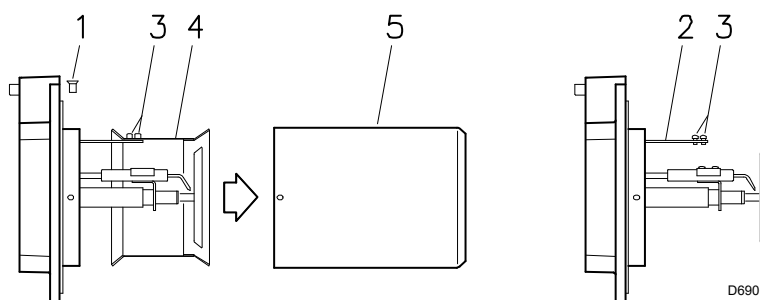

Fig. 8
5.5 Bevestiging brander op de ketel (Fig. 8)
- Draai de schroeven 1) (Fig. 8) los en demonteer het spuitstuk 5).